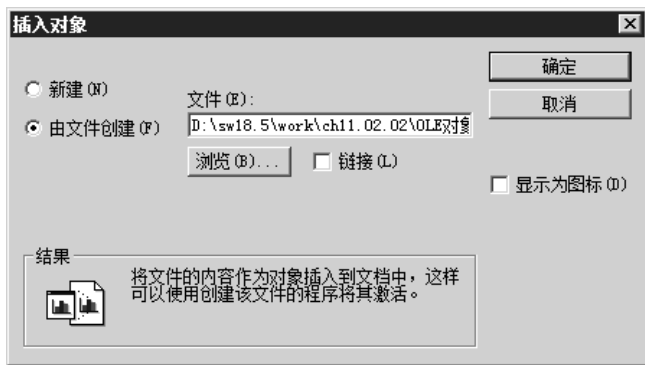

图 11.2.4 “插入对象”对话框
Step3. 在“插入对象”对话框中选中 **由文件创建(F)** 单选按钮，此时对话框如图 11.2.4 所示；单击 **浏览(B)...** 按钮，在弹出的“浏览”对话框中打开文件 D:\sw18.5\work\ch11.02.02\OLE 对象.doc。